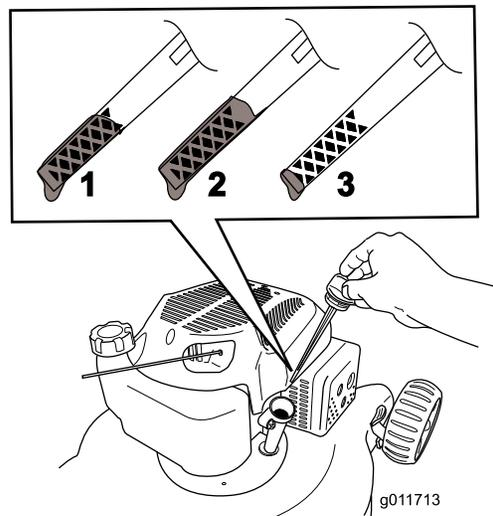

Figure 4
2. Retirez la jauge (Figure 4).
3. Versez **lentement** l'huile par l'orifice de remplissage, attendez quelques minutes puis vérifiez le niveau d'huile sur la jauge, en l'essuyant sur un chiffon propre et en l'insérant dans l'orifice, **mais sans visser** le bouchon (Figure 4).
Remarque: Versez de l'huile dans le carter moteur jusqu'à ce que la jauge indique le niveau correct, comme illustré à la Figure 4. Si vous remplissez excessivement le carter moteur, vidangez l'excédent d'huile comme expliqué à la section Vidange et remplacement de l'huile moteur.